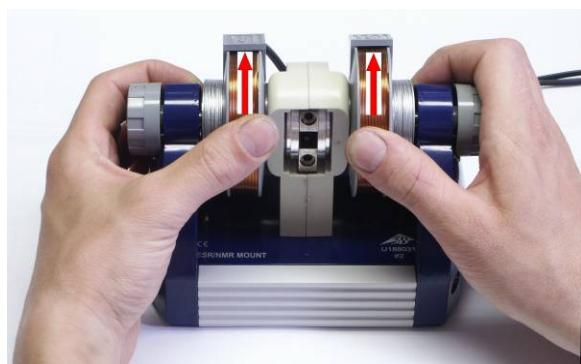

Fig. 10 Se desplazan los imanes
**7.5.3** Se aflojan ligeramente los tornillos moleteados y se mueven hacia afuera de 1 a 2 mm de su posición final. Para ello, con los pulgares, se presionan hacia atrás ambas bobinas apoyándose con los dedos en la unidad base (Fig. 10). Observando el pico se aprietan los tornillos moleteados.